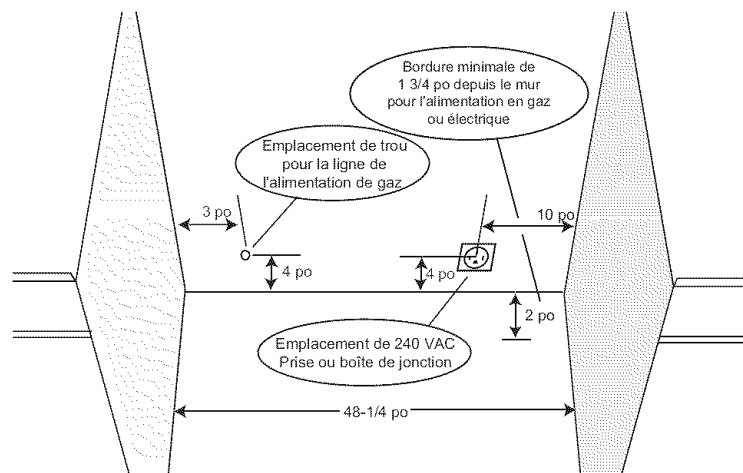

Figure 3a : emplacement de l'alimentation électrique et en gaz pour les cuisinières à combustion jumelée
3. Les arrivées d'électricité et de gaz doivent se trouver dans les zones indiquées à la Figure 3a.